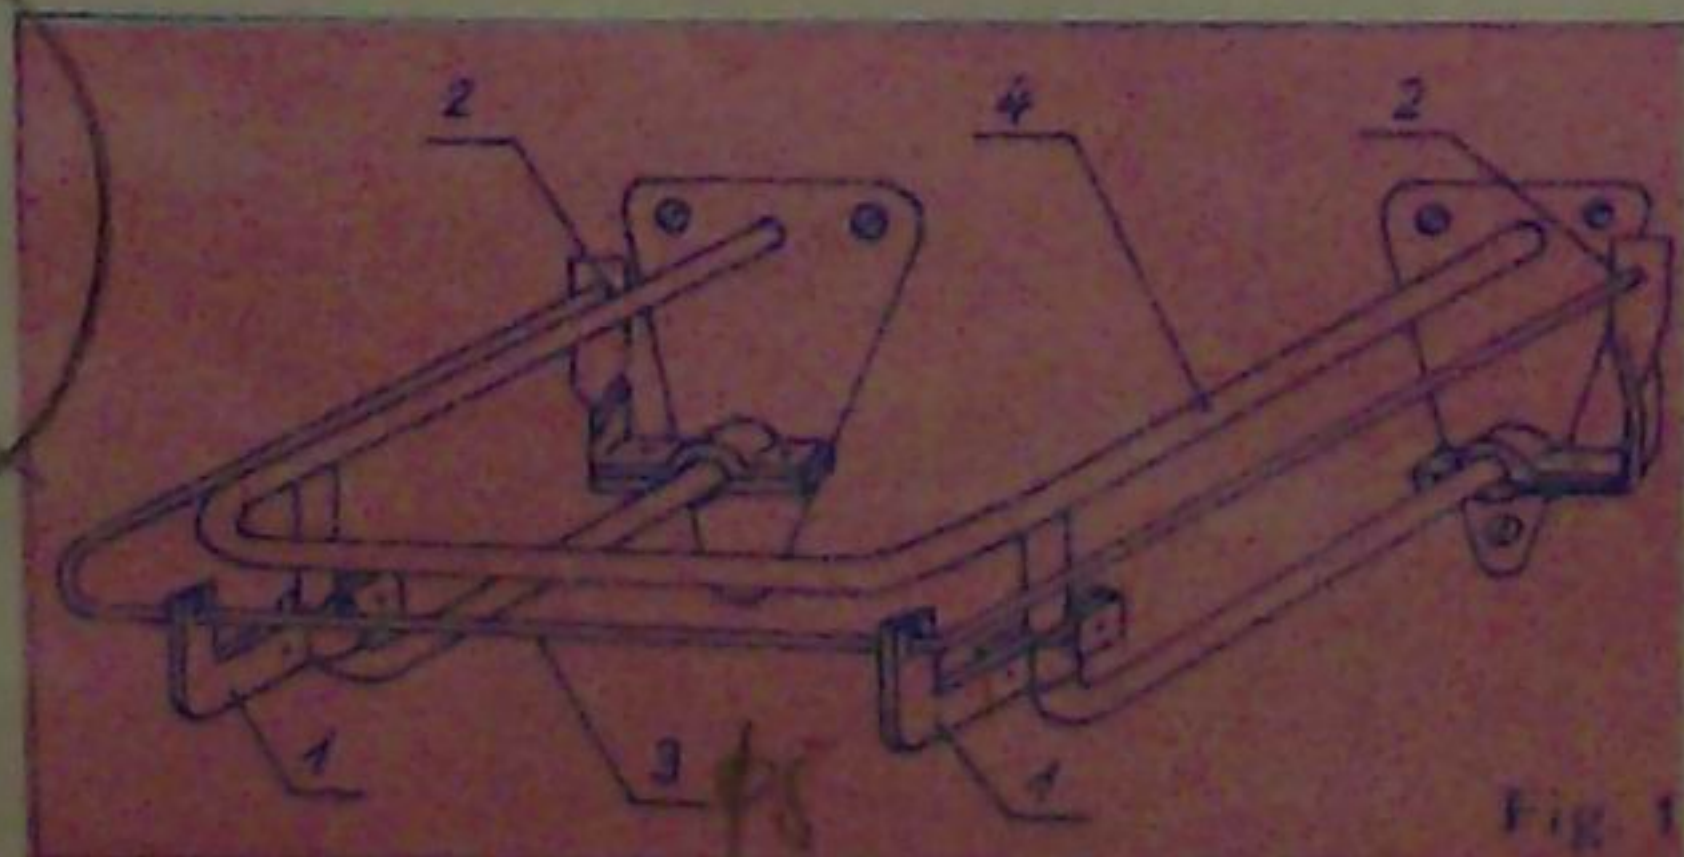
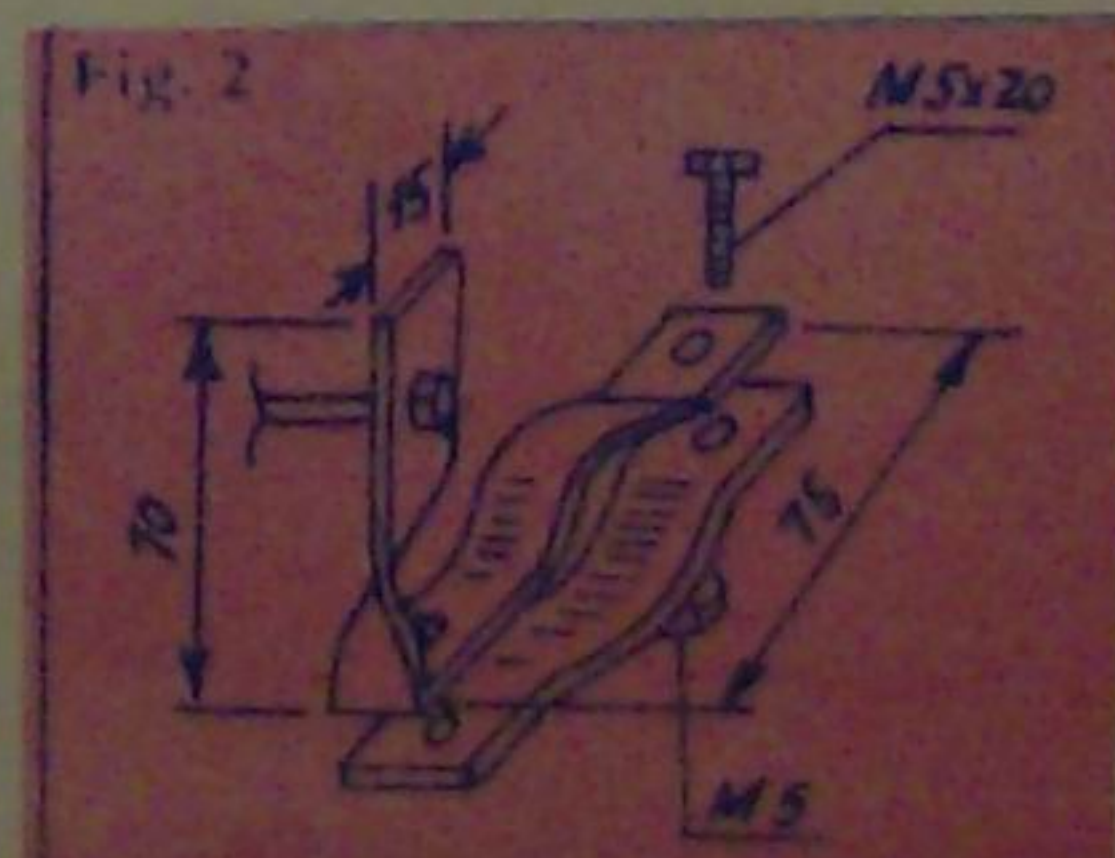
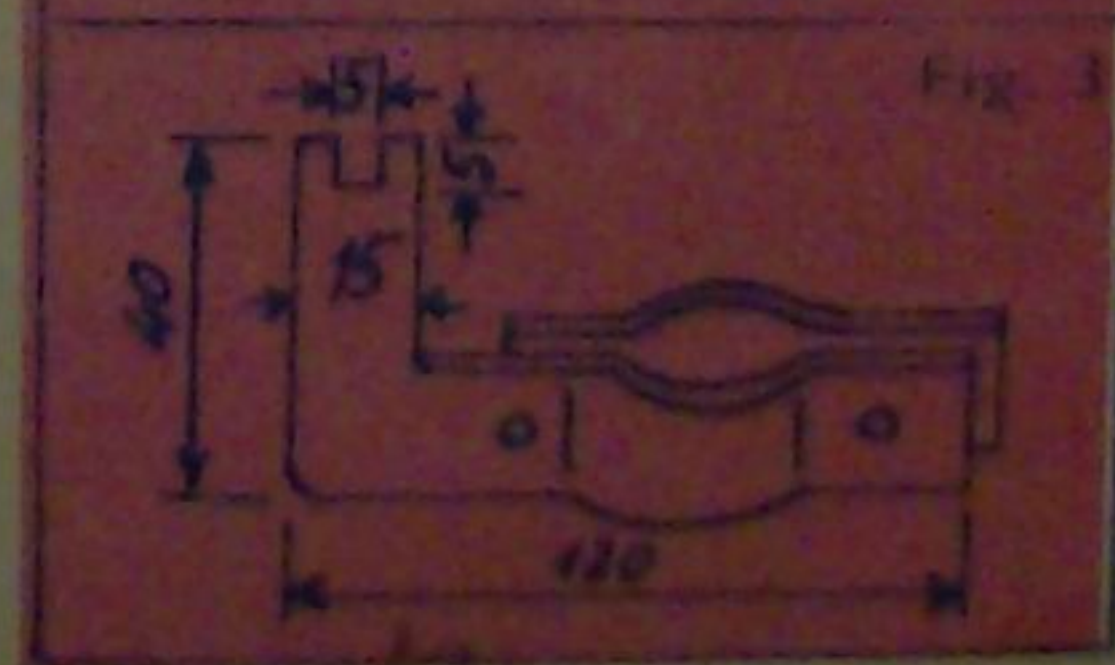

Fig. 1
Fig. 2
Fig. 3
Sub chiuvetă rămîne, în general, un spațiu nefolosit. În acest loc se pot depozita o serie de obiecte pe care o mică draperie le va masca. Suportul draperiei este prezentat în fig. 1 și se va realiza după cum urmează. Din bucăți de tablă cu grosimea de 1 mm se vor face piesele din fig. 2 (pentru părțile laterale) și fig. 3 (pentru partea
din față). Sîrma (3), cu diametrul de 5 mm, se va tăia în funcție de dimensiunile chiuvetei. Dîndu-i se fîiet la capete, va putea fi prinsă în pîlîie (fig. 2) înainte de fixarea definitivă a sîrmei, pe ea se vor înșira inelele folosite la perdele. Suportul se va fixa de elementele de rezem (4) ale chiuvetei cu ajutorul șuruburilor M5. Draperia va fi cusută de inele.